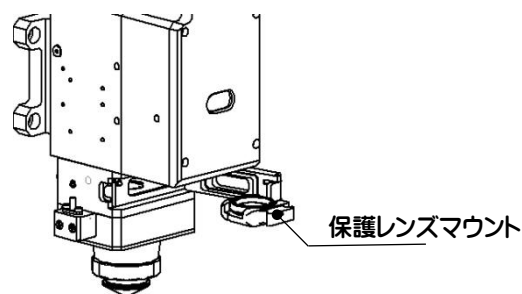

図 6.1 - 保護レンズの交換
レーザー切断プロセスの特性により、レンズを定期的に維持する必要があります。まず、保護レンズの弱いクリーニングをお勧めします。コリメートレンズと集光レンズは 2～3 ヶ月に一度清掃する必要があります。保護レンズのメンテナンスを容易にするため、保護レンズマウントは引き出し式の構造を採用しています (図 6.1)
- 図 6.1 に示すように、2 本の固定ネジを緩め、引き出し式レンズマウントの両側を持ち、保護レンズマウントを引き出します。